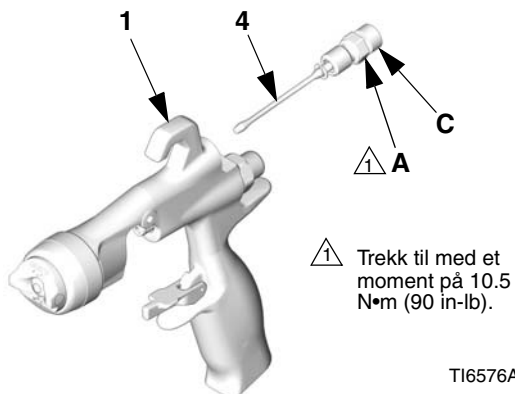

FIG. 34
2. Skru ut vifteventil pakningsskrue (A) fra baksiden av pistolhuset (1). Skli vifteventil montagen (4) ut av pistolhuset. Se FIG. 34.
3. Før gjeninnsetting, skru mønsterjusteringsventilen (C) på erstatningsvifteventil montagen (4) helt mot urviseren for å forhindre skade på setet (5c). Installer erstatningsvifteventil montagen inn i pistolhuset (1). Sett pakningsskruen (A) inn i pistolhuset og trekk til et moment på 10,5 N•m (90 in-lb).